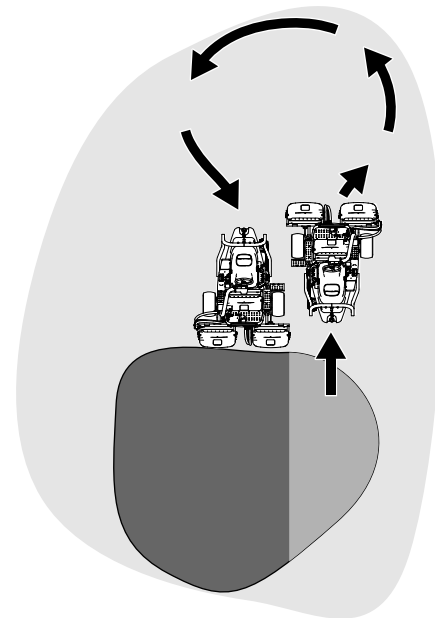

図 38
6. U ターンするとき、一旦反対側にハンドルを切ってから旋回すると、楽に、しかも効率良く回ることができて次の列そろえが楽になります。反対側に軽く振ってから旋回すると雨だれ形の旋回 図 38 になって、スムーズに次の列に入ることができます。